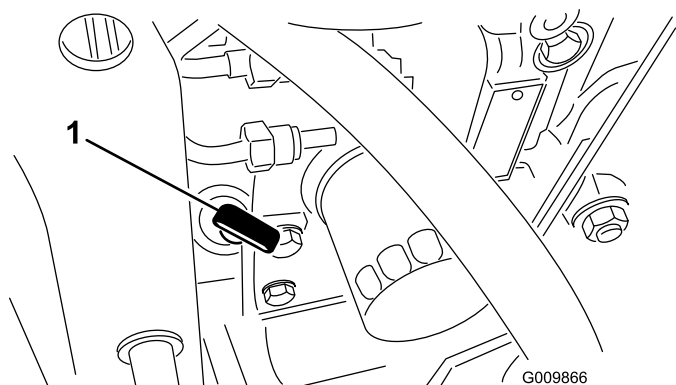

Figura 23
2. Retire a vareta, limpe-a e volte a colocá-la, certificando-se de que está completamente introduzida (Figura 23).